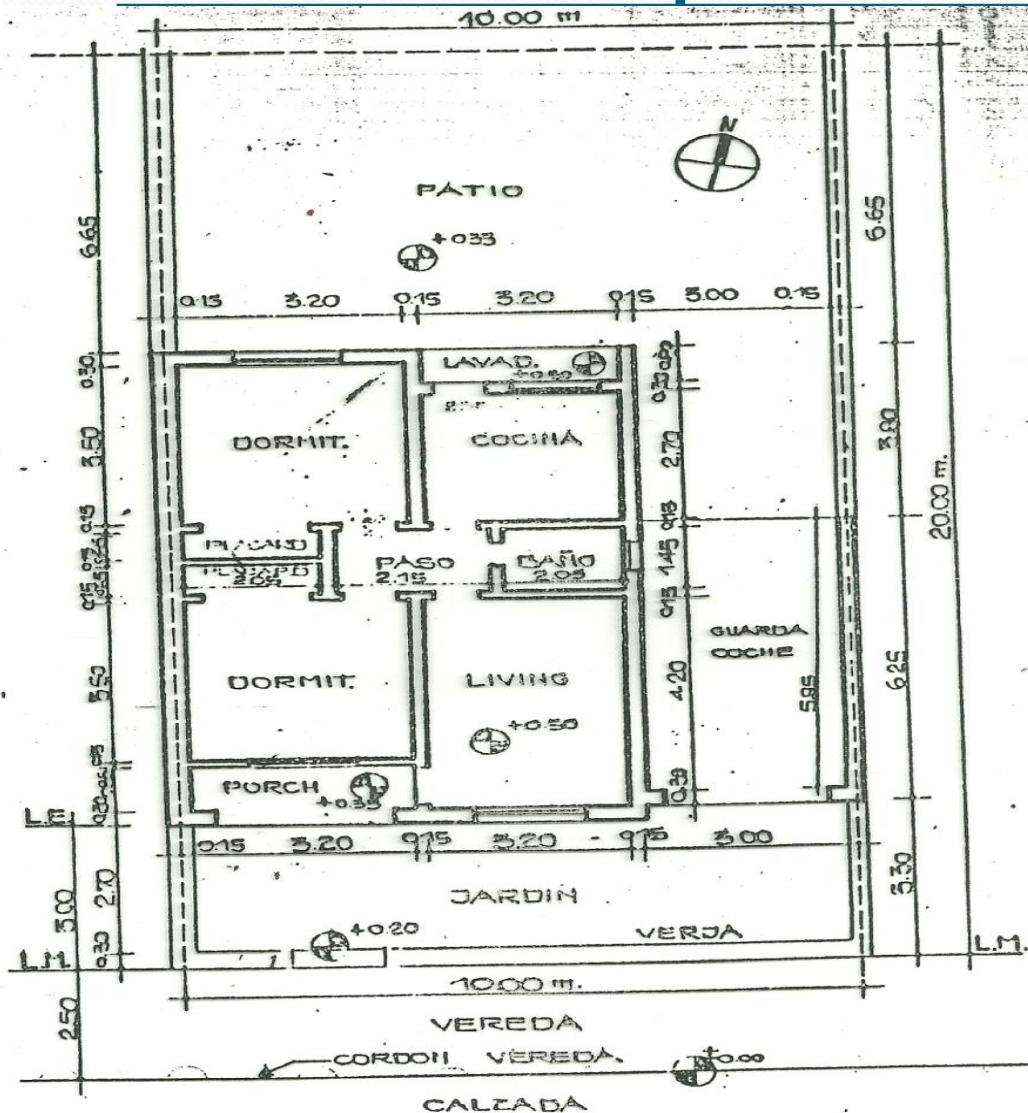

FIGURA 2
- Amurado a E.M. con mortero de cemento, a +1,00m sobre nivel de piso: anillos de 10 milímetros de diámetro con muesca (impedir desplazamientos del alambre) **ver figura 2**